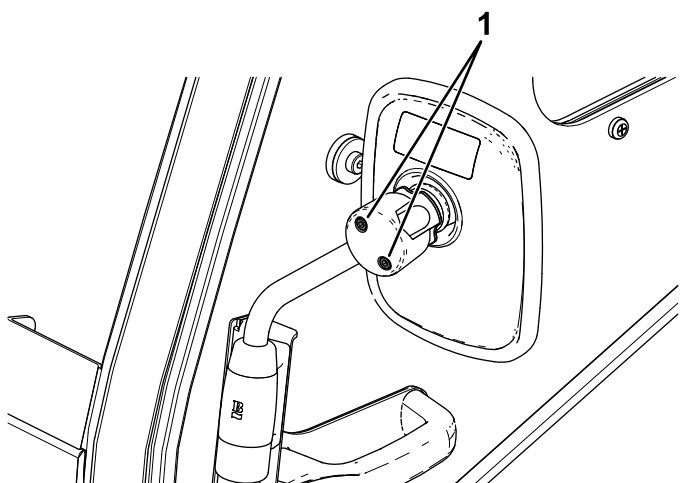

Figura 7
9. Apriete los tornillos de la parte trasera del espejo para sujetar el espejo al brazo (Figura 7).